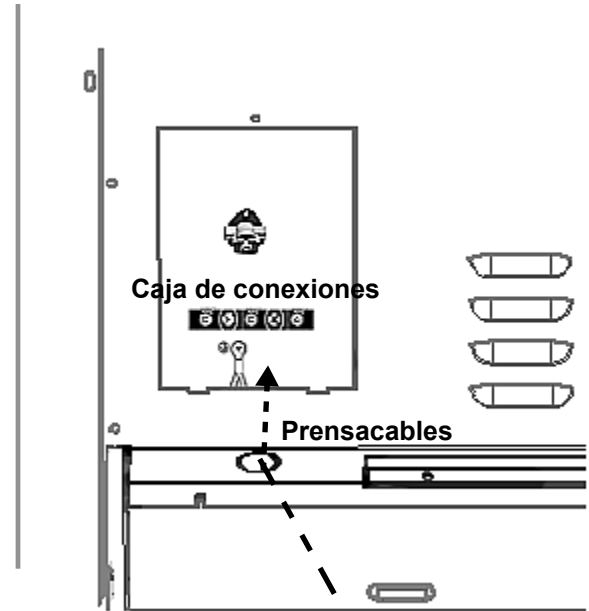

Figura 12: Ubicación del prensacables
Instale un prensacables (no incluido) en el orificio de 1 pulg. (25,4 mm) de diámetro situado debajo de la caja de conexiones (vea la *Figura 12*). El cableado del aparato debe llegar hasta la caja de conexiones mediante el conducto, pasando a través del prensacables. Las extremidades de los cables deben tener fijadas lengüetas cerradas de 1/4 pulg., preferentemente soldadas en su lugar. Realice las conexiones a la caja de conexiones incluida.
2. Instale el prensacables (no incluido con la estufa) en el orificio de 1 pulg. (6 mm) de diámetro situado en el panel trasero, debajo de la caja de conexiones (vea la *Figura 12*). Pase los cables por el prensacables.
2. Instale el prensacables (no incluido con la estufa) en el orificio de 1 pulg. (6 mm) de diámetro situado en el panel trasero, debajo de la caja de conexiones (vea la Figura 12). Pase los cables por el prensacables.